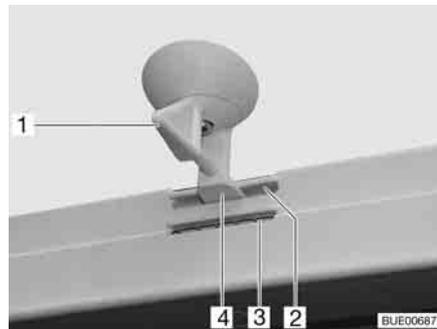
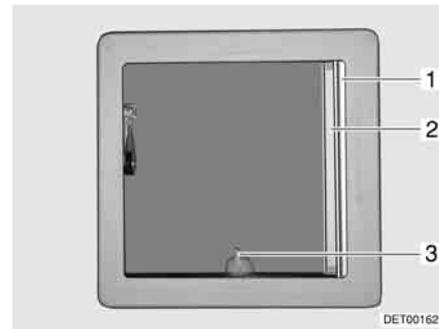

Fig. 50 Oblò inclinabile, bloccaggio
Fig. 51 Oblò inclinabile
- Ruotare la leva (Fig. 50,1 o Fig. 51,3) di un quarto di giro.
- Girare la leva di un quarto di giro. Il bloccaggio (Fig. 50,4) deve entrare nella feritoia inferiore (Fig. 50,3).
- Girare la leva di un quarto di giro. Il bloccaggio (Fig. 50,4) deve entrare nella feritoia superiore (Fig. 50,2).
- Tirare la tendina oscurante pieghevole (Fig. 51,1) fino alla posizione desiderata e rilasciare. La tendina oscurante pieghevole rimane in questa posizione.
- Estrarre la zanzariera a rullo (Fig. 51,2) fino a quando non scatta il bloccaggio dalla parte opposta.